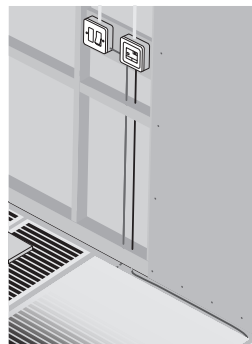

Fig.2. Förbered för termostat
1. Förbered installationen för termostaten (fig. 2).